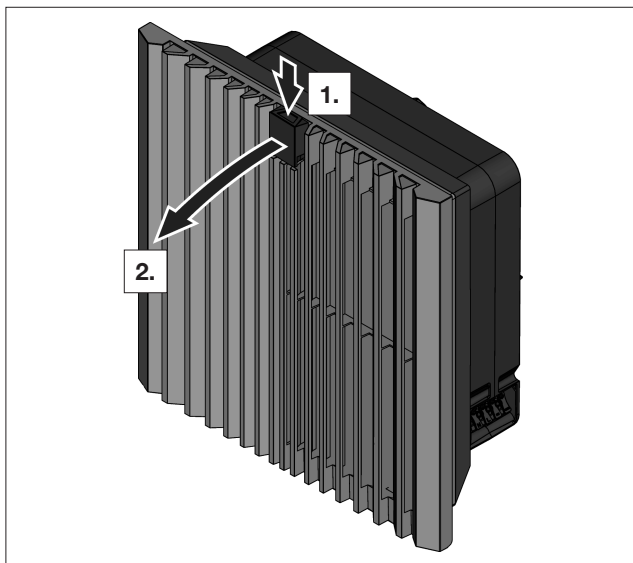

Fig. 16 : déverrouillage de la grille à lamelles
- Pour déverrouiller la grille à lamelles, appuyer depuis le haut sur le logo de fonction (voir fig. 16).